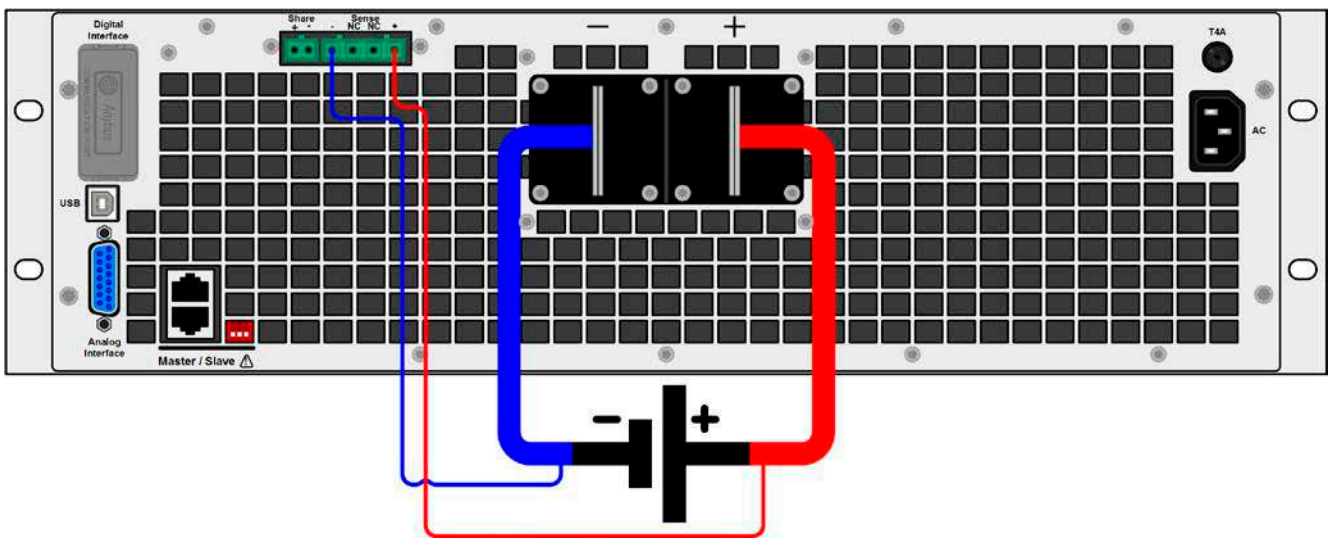

Bild 12 - Beispiel zur Fernföhlungsverdrahtung
- Die Fernföhlung ist nur im Konstantspannungsbetrieb (CV) wirksam und der Fernföhlungsanschluß sollte möglichst nur solange angeschlossen bleiben, wie CV benutzt wird, weil die Schwingneigung des Systems durch Verbinden der Fernföhlung generell erhöht wird.
- (+) Sense darf nur am (+) der Quelle und (–) Sense nur am (–) der Quelle angeschlossen werden. Ansonsten könnte die elektronische Last beschädigt werden. Siehe auch Bild 12.